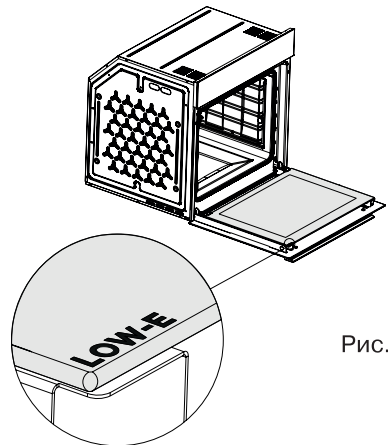

Рис. 8
**Внимание!** Внутреннее стекло двери нельзя устанавливать в не правильном положении. Для того чтобы не было ошибки при сборке, обратите внимание на то, где на стекле находится надпись LOW-E. При правильной установке внутреннего стекла, при открытой двери духового шкафа, надпись должна находиться в левом верхнем углу внутренней стороны двери, как это показано на рис. 8.